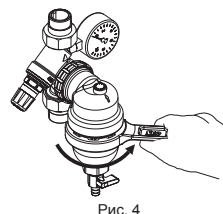

Рис. 4
- Снова крепко закрутить корпус фильтра (рис. 4)
- Filtertasse wieder handfest einschrauben (Bild 4)